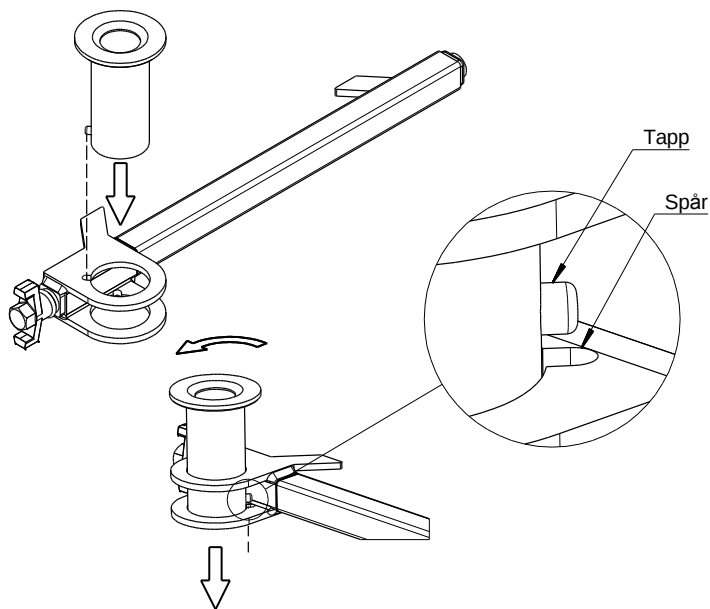

Bild 20. *Installering av Stålhylsa.*
5. Installera Hylsan i den undre Ståltvinges hållare. Det finns en tapp lokaliserad på sidan av Stålhylsan, vilken ska passa in i spåren på varje fästöra på Ståltvingen. Spåren i fästörönen är inte i linje så Hylsan måste vridas för att passera genom båda spåren. Se Bild 20 för en detaljerad vy.